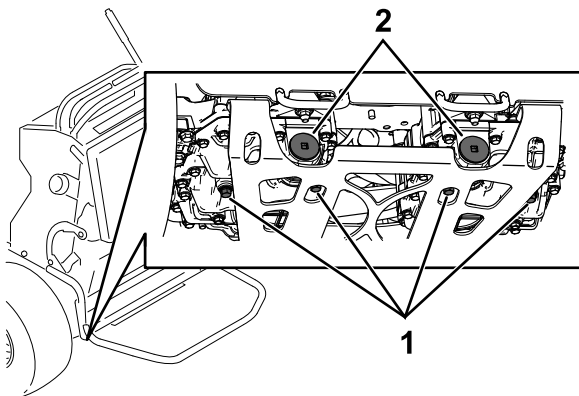

Bild 78
5. Stellen Sie eine Auffangwanne unter die Ablassschraube an der Unterseite jedes Getriebes (Bild 78).